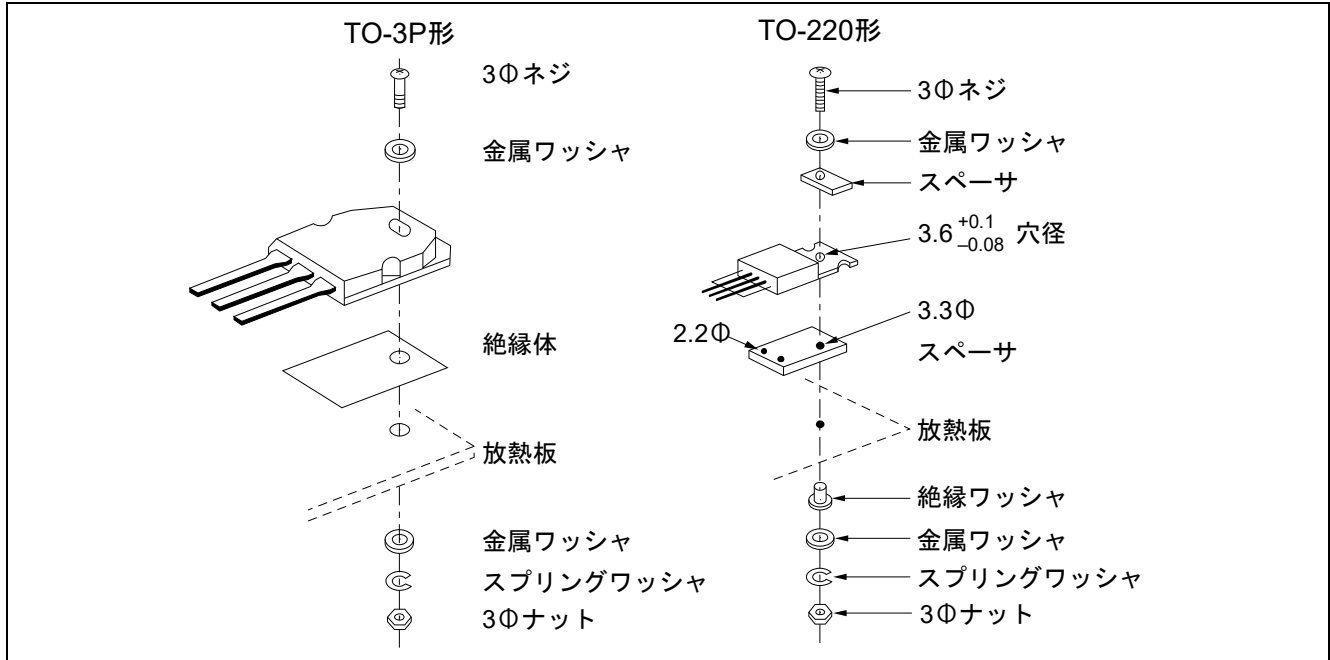

図 7 パワーデバイスの取り付け方法例
(9) パワーデバイスの取り付けに際しては、推奨部品（スペーサ、ワッシャ、ラグ端子、ネジ、ナット等）を使用してください（図7参照）。
(10) 使用するネジについてご配慮ください。